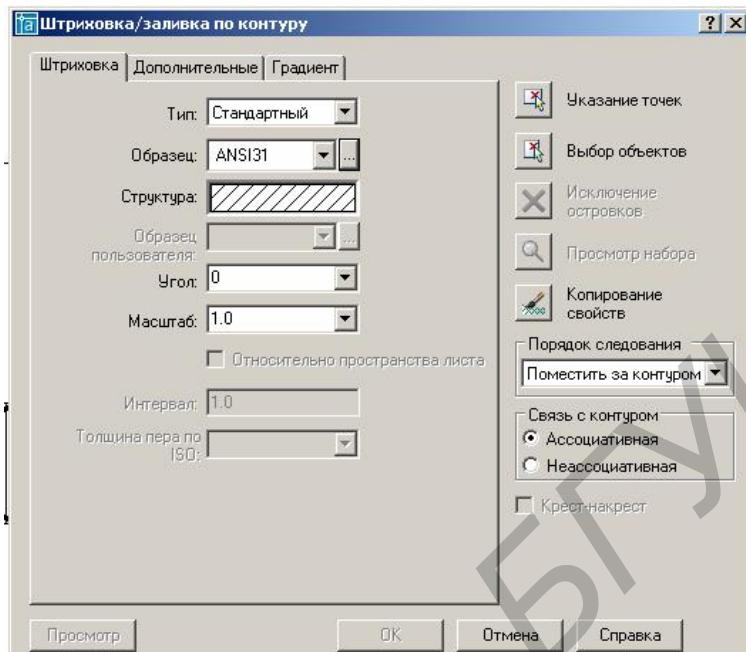

Рис. 15. Рекомендуемые настройки штриховки
На экран выводится диалоговое окно **Штриховка** (рис. 15).
3. В окне **Штриховка** установим параметры штриховки, показанные на рис. 15.
При необходимости изменения угла и шага штриховки необходимо открыть соответственно списки **Угол** и **Масштаб** (см. рис. 15) и выбрать нужные значения.